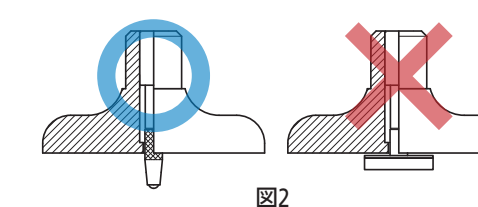

図2
- ベース穴径よりも外径が小さい測定子をご使用ください。（図2）